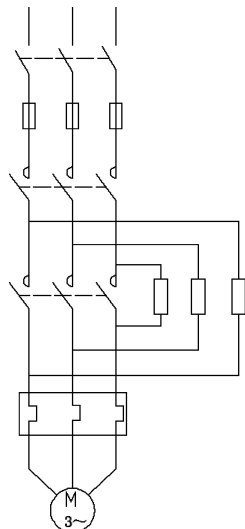

图 6-105 绘制
(14) 单击“默认”选项卡“绘图”面板中的“直线”按钮, 绘制一条水平线段, 端点为刚插入的 QS 图块斜线中点, 并将其线型改为虚线, 如图 6-105 所示。